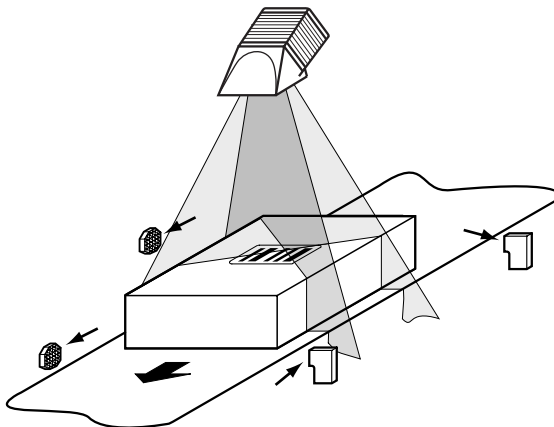

Figure 6.2 : Nettoyage des capteurs optiques externes (générateurs d'impulsions de lecture, détection de la hauteur d'objets)
- Lors de génération d'impulsions de lecture externe et/ou de détection de hauteur d'objet par capteurs (par ex. cellules à réflexion sur réflecteur), nettoyer également leurs surfaces optiques utiles (Figure 6.2). Des encrassements peuvent induire un comportement de commutation défectueux.